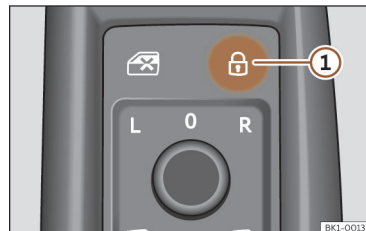

Fig. 85 Sur la porte du conducteur : commande du verrouillage centralisé.
- Verrouiller : appuyez sur le bouton >>> fig. 85.
- Déverrouiller : appuyez à nouveau sur le bouton >>> fig. 85.